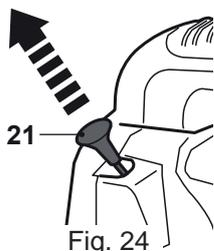

Fig. 24
- > Sortez le starter [21] en position fermée (position de démarrage). Actionnez l'amorce (20) jusqu'à ce que la poire soit complètement remplie de carburant (Fig. 24).